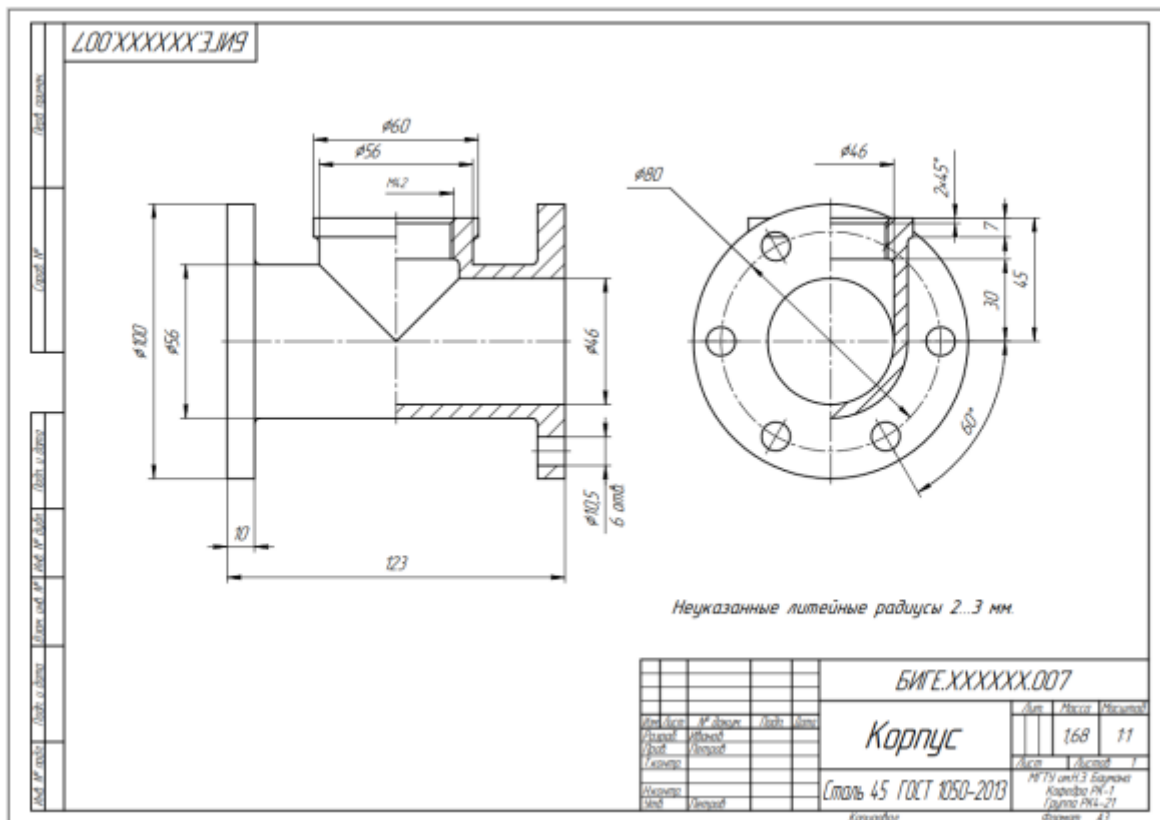

Рис. 2.27. Чертеж детали «Корпус»
**Заполнение основной надписи чертежа (рис. 2.27).